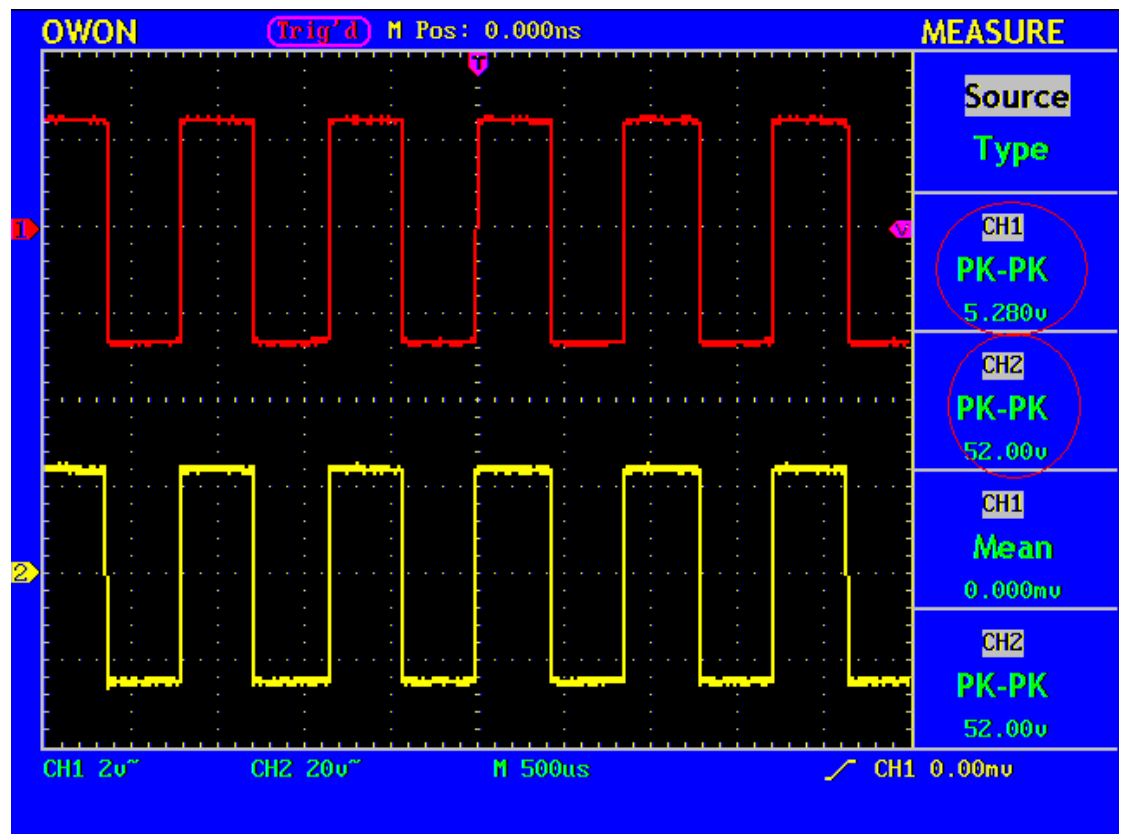

Fig. 58 ゲインを測定する波形
9. 表示されたメニュー画面からチャンネル 1 とチャンネル 2 のピーク-ピーク値を読み取ります。(Fig.58 参照)